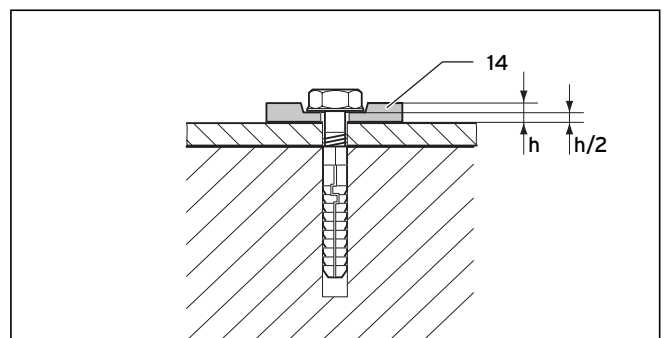

Bild 5.51 Montering med flexibla underlagsskivor
De 4 flexibla underläggsskivorna (14) måste användas för att motverka materialutvidgning. Tryck ihop underläggsskivorna med 50 %, se bild 5.51.